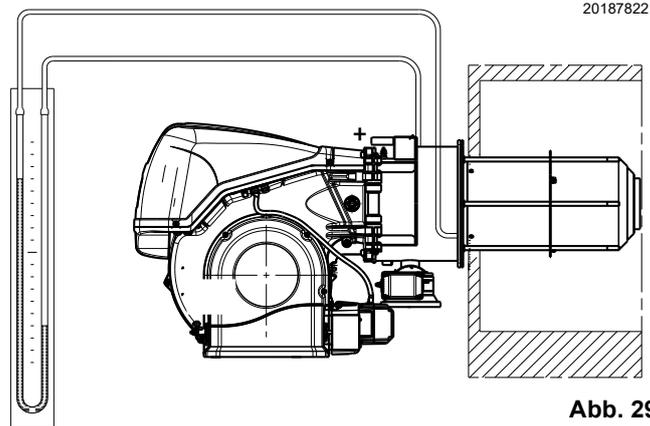

Abb. 29
- Ein U-Rohr-Manometer oder einen Differenzdruckmesser (Abb. 29) mit Anschluss (+) am Gasdruck der Muffe und (-) in der Brennkammer montieren.
Ein Richtwert kann den Abb. 23 und Abb. 25 auf Seite 27 entnommen werden. Es genügt, den Gasdruck am U-Rohr-Manometer abzulesen (in der Abb. 29 auf Seite 31 gezeigt) und den Anweisungen zu folgen.